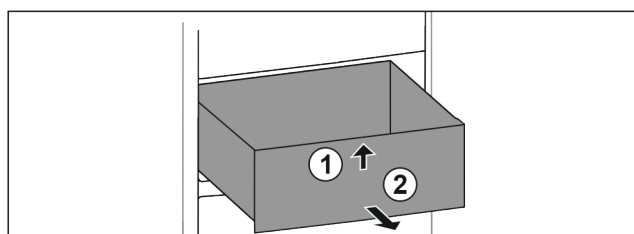

Fig. 82
- ▶ Ridicați sertarul în față. Fig. 82 (1)
- ▶ Extrageți sertarul spre înainte. Fig. 82 (2)